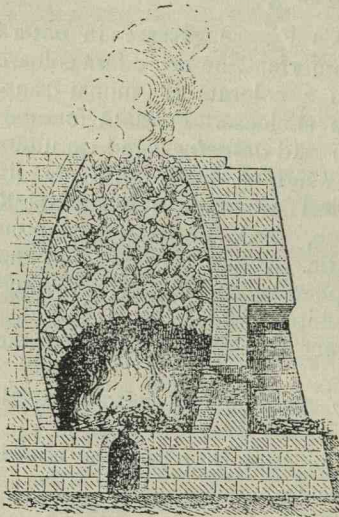

Fig. 160. Cuptor-intermitent.
*Cuptoarele intermitente* sunt făcute din zidărie ordinară, fig. 160. Ele se umplu cu bolovani mai mari la partea inferioară, peste care se pun alții mai mici până la gura superioară.